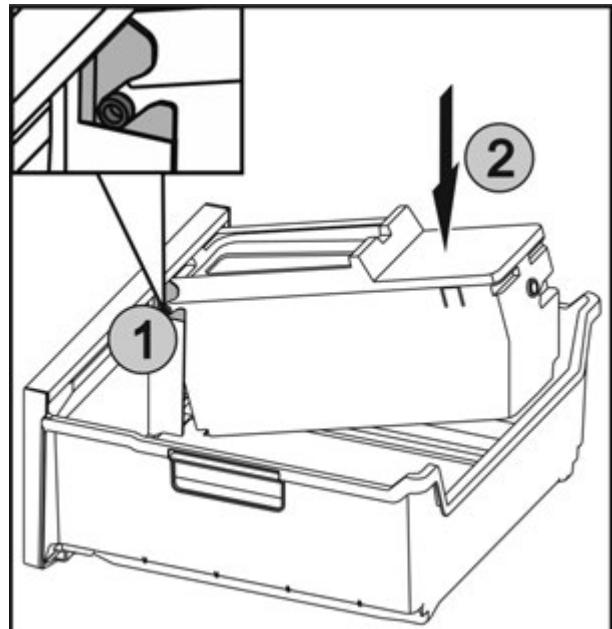

Fig. 50
- Вставити осі Fig. 50 (1) на EasyTwist-Ice у напрямні та натискати на задню сторону Fig. 50 (2) до фіксації накладки.